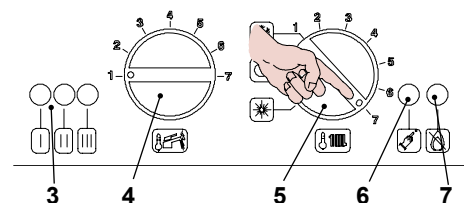
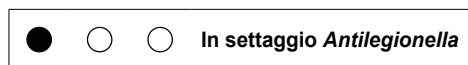
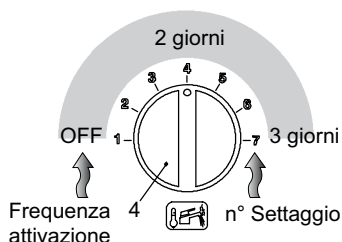
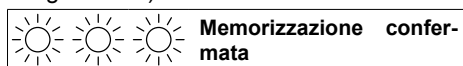

Figura 5.42
Figura 5.43
Figura 5.44
Figura 5.45
- Ruotare il selettore di funzione 5 come in Figura 5.42.
- Tenere premuto il pulsante di ripristino 6 in Figura 5.42 per circa 10 secondi, la lampada di blocco 7 inizierà a lampeggiare.
- Le spie di segnalazione 3 in Figura 5.42 si visualizzano come in Figura 5.43 (legenda spie Figura 5.34)
Per visualizzare il settaggio impostato tenere premuto il pulsante di ripristino 6 in Figura 5.42 per circa 5 secondi. Le spie di segnalazione 3 lampeggeranno un numero di volte pari al settaggio (Figura 5.44).
- Per cambiare il settaggio ruotare la manopola regolazione temperatura sanitari 4 in Figura 5.42 e posizionarla per la Frequenza di attivazione prescelta Figura 5.44 (nella figura es. manopola settata per Frequenza di attivazione ogni 2 giorni), la lampada di segnalazione blocco 7 in Figura 5.42 lampeggia velocemente.
- Per memorizzare il settaggio premere il pulsante di ripristino 6 in Figura 5.42 per circa 5 secondi, le spie di segnalazione 3 lampeggiano tutte quante simultaneamente come in Figura 5.45 (legenda spie Figura 5.34)